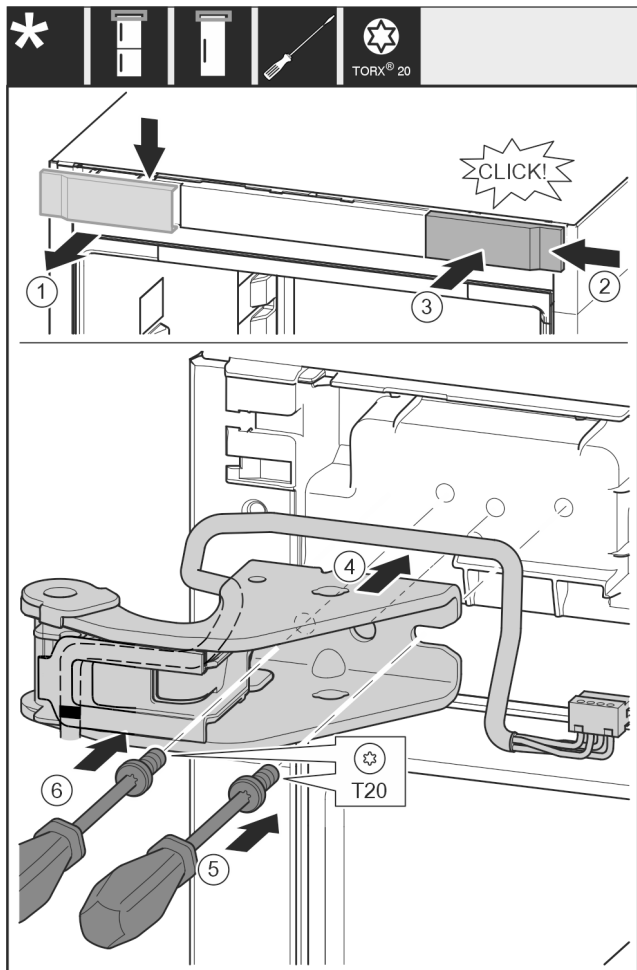

Fig. 32
- ▶ Свалете капака от горе напред. Fig. 32 (1)
- ▶ Закачете капака, завъртян на 180°, от другата страна отдясно. Fig. 32 (2)
- ▶ Фиксирайте капака. Fig. 32 (3)
- ▶ Поставете горната лагерна стойка. Fig. 32 (4)
- ▶ С отвертка T20 поставете винта и го затегнете. Fig. 32 (5)
- ▶ С отвертка T20 вкарайте винта и го затегнете. Fig. 32 (6)